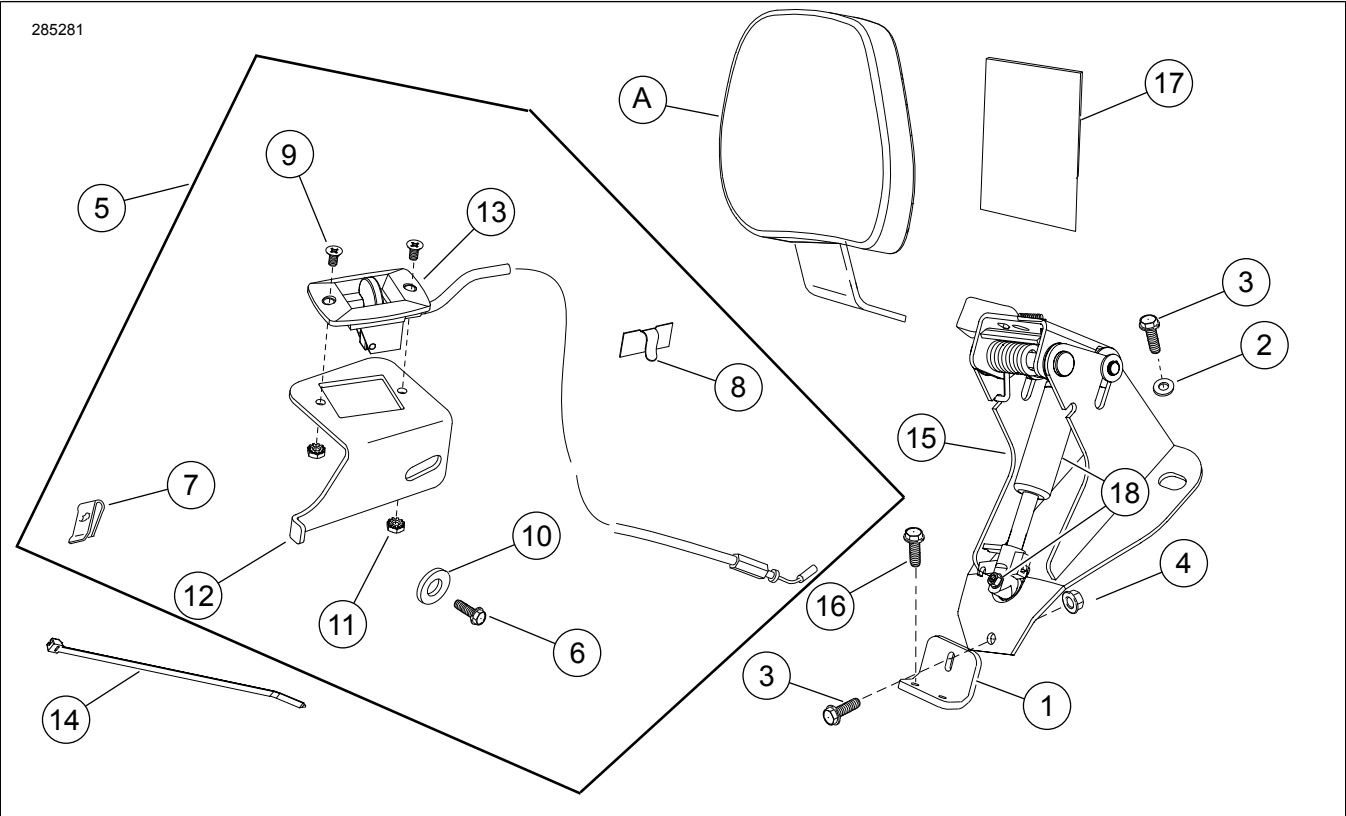

图9。维修零件：FL可调式骑手靠背安装硬件套件
7. 参见图9。用螺丝（9）和锁紧螺母（11）将执行器手柄与拉索（13）安装到执行器手柄托架（12）上。
11. 参见图9。从套件中取出背胶夹（8）。在取出火花塞线夹周围的位置，使用异丙醇清洁调整手柄支架的平坦区域。将夹子连接到支架上，并通过夹子在火花塞线和蒸发器管（如果已配备）上布线。折叠夹紧，以牢牢地夹住火花塞线和/或蒸发器管。
4. 参见图9。取出座椅保护器（17）。